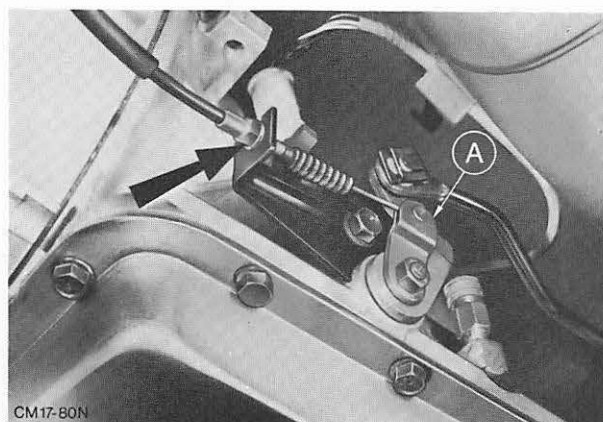

Abb. 33 Rückschaltseilzug (Kick-down)
23. Rückschaltseilzug am Hebel – Getriebe und Halter montieren. Abb. 33. Falls erforderlich, Seilzug, wie unter Pos. 17 683 beschrieben, einstellen.